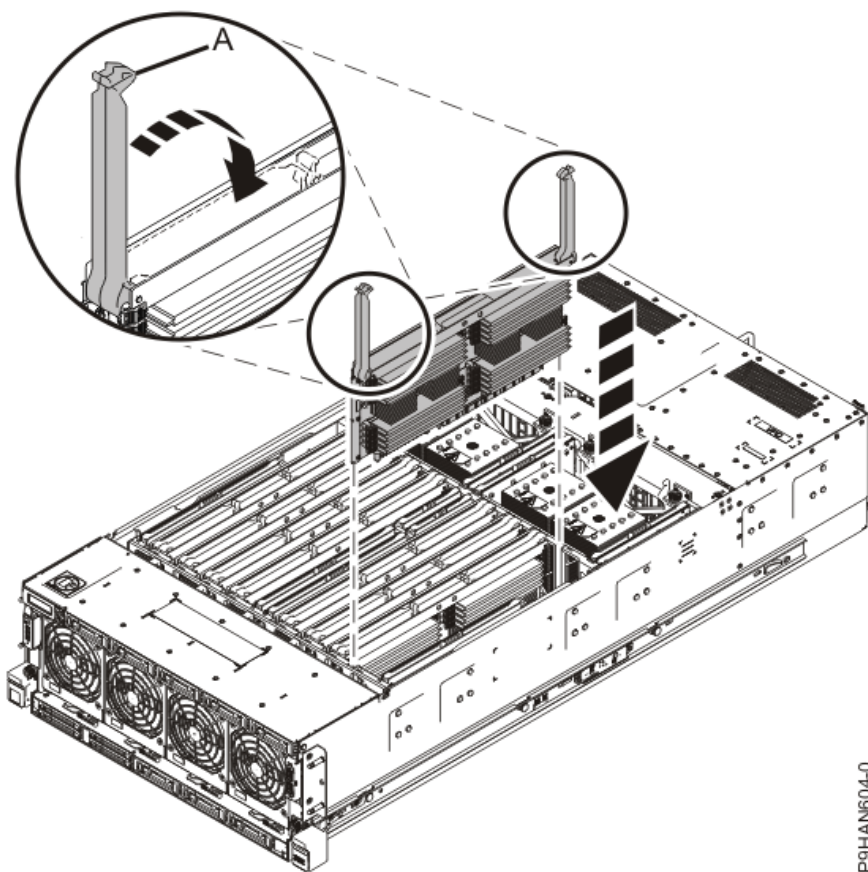

图 18 插入内存板
- a. 确保内存板卡扣打开到直立的 90 度位置，如图 18 所示。